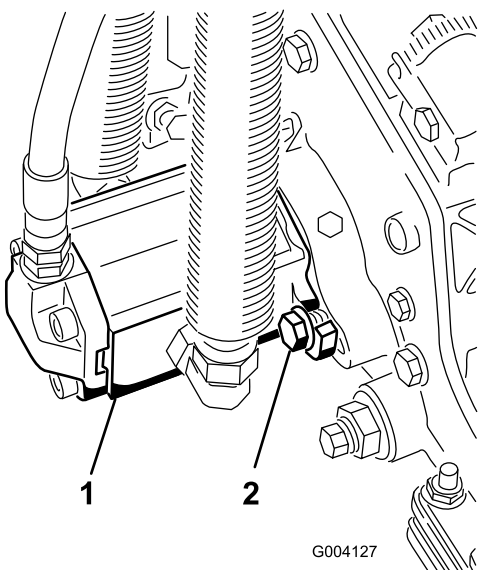

Figure 13
15. Montez le moteur en le tournant dans le sens horaire jusqu'à ce que les brides passent les boulons (Figure 13). Tournez le moteur dans le sens antihoraire jusqu'à ce que les brides encerclent les boulons, puis serrez les boulons.